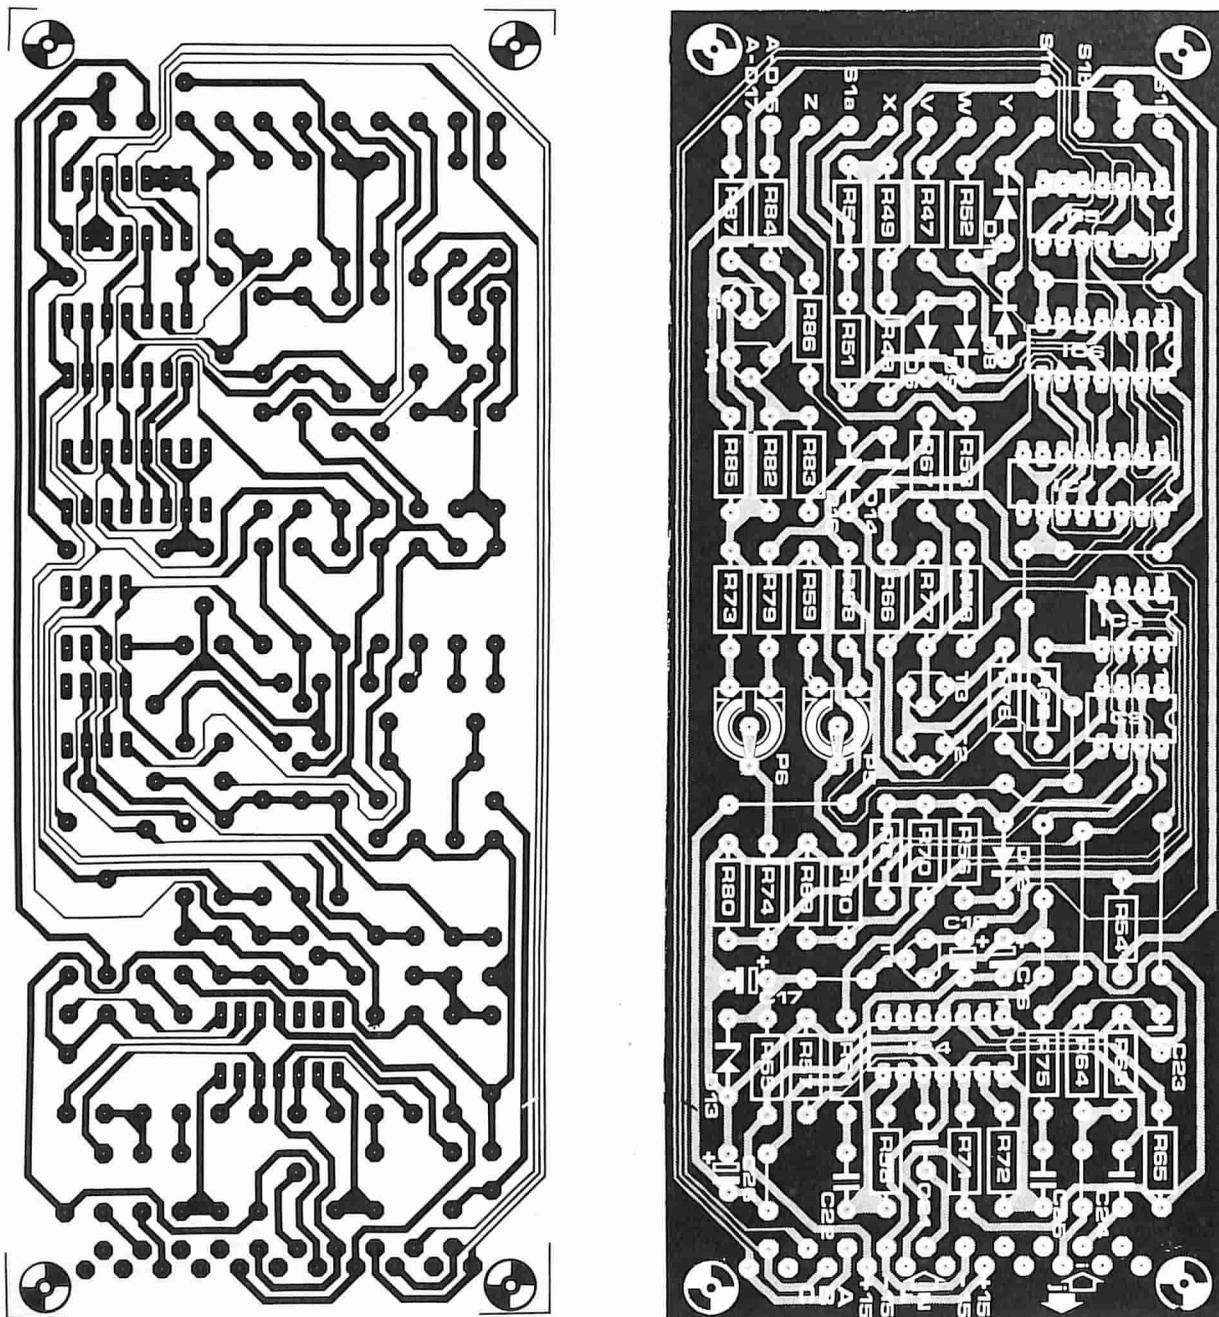

Figura 5. La "basetta di commutazione" che contiene il circuito di figura 3b.
suono sonoro (Y) ed interdizione (Z), sono tutte situate sul davanti delle "basette di commutazione" di figura 5. Se occorre questi punti possono essere facilmente portati ad un connettore. Con questo sarà possibile allo sperimentatore il controllo dell'apparecchio con un calcolatore senza dover affrontare complicati problemi di cablaggio.